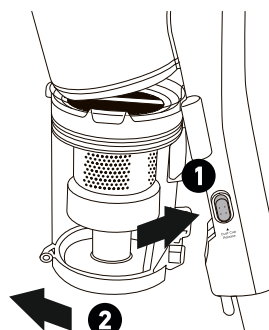

Рисунок 1
2. Нажмите на защёлку пылесборника. Она расположен на боковой стороне корпуса рядом с нижней частью контейнера. Затем снимите контейнер, удерживая его как можно более вертикально. (Рисунок 1)